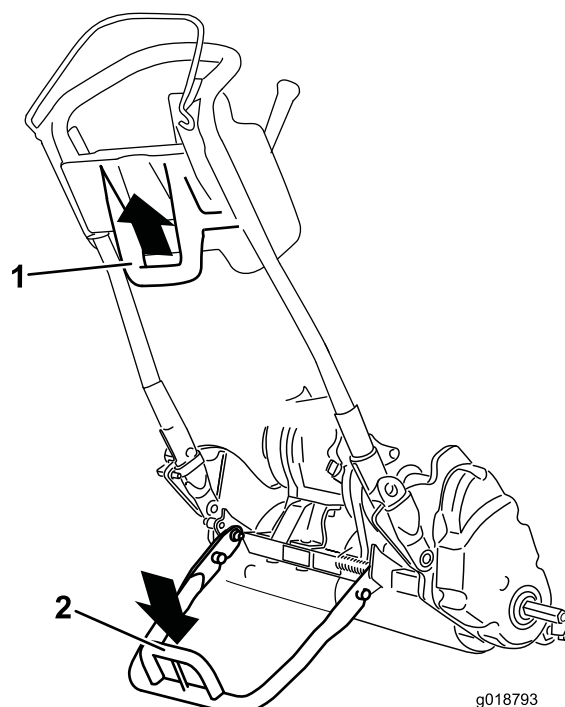

Figura 24
- Per montare le ruote da trasporto utilizzando il cavalletto, abbassate il cavalletto a terra e premete con un piede sul relativo occhiello, tirando contemporaneamente verso l'alto e indietro la stegola centrale inferiore della macchina (Figura 24).